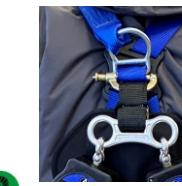

Рис.6
**Присоединение к страховочной привязи (рис.6).** Для остановки падения необходимо присоединять СЗВТ за точку крепления привязи с помощью соединительной скобы к лентам привязи на спине в месте установки D-образного кольца, имеющего маркировку «А». Обозначения типа «А/2» или половина буквы «А» означают необходимость соединения одновременно двух так же обозначенных элементов. (рис.6)